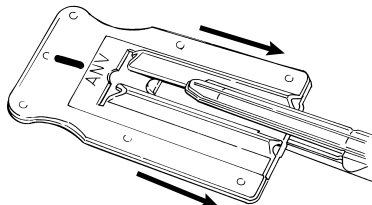

FIGURE 5
- 8a. Identifier les côtés de l'enclume (ANV) et de la cartouche (CART) de l'ensemble tissulaire Peri-Strips Dry. Placer l'agrafeuse ouverte sur l'ensemble tissulaire (voir Figure 5).